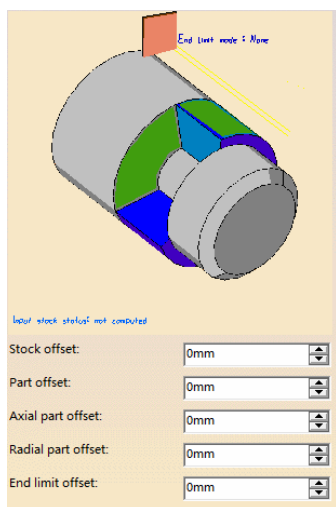

图 6-140 定义零件余量 (7)
- 定义零件余量（7）。在“Part Offset”文本框中输入“0mm”，设置余量大小为“0mm”，如图 6-140 所示。